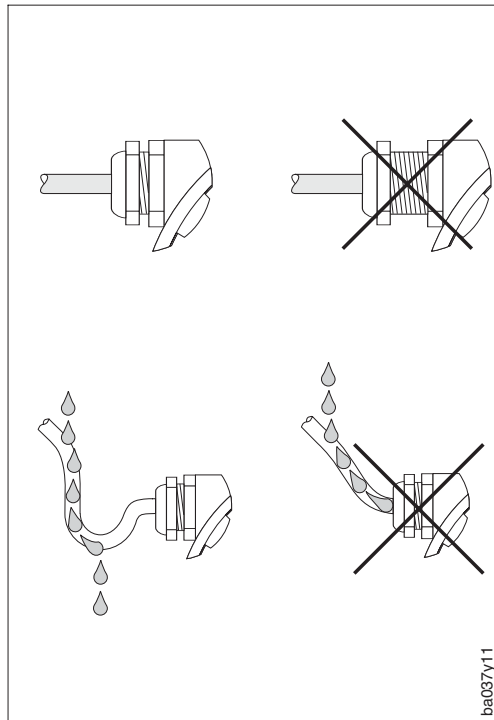

Fig. 2
- Serrez les presse-étoupe (fig. 2).
- Formez une boucle avec le câble avant de l'insérer dans le presse-étoupe pour éviter la pénétration d'humidité (fig. 2).